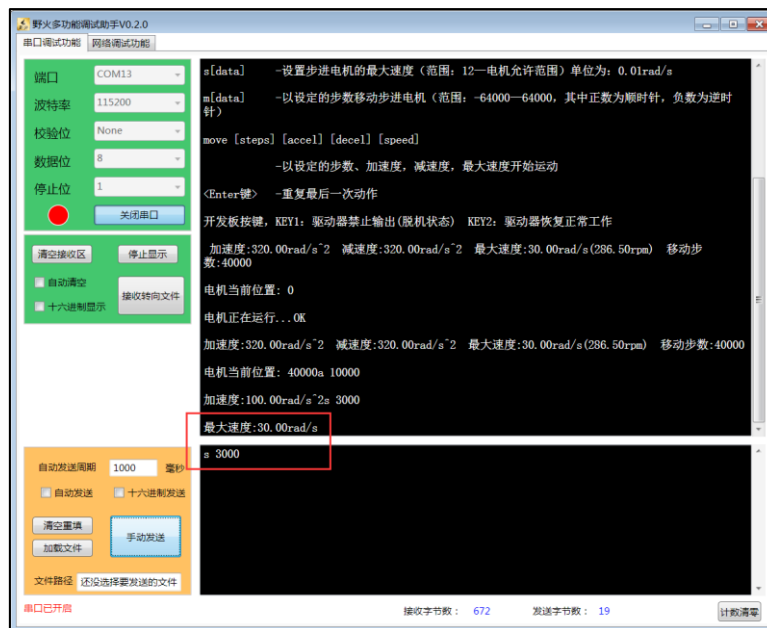

图 2-10 串口终端设置最大速度打印信息
- s: 设置最大速度, 例如我们需要设置最大速度为 30rad/s , 加速度的单位为 0.01rad/s , 经过计算 s 的值应该为 $30/0.01=3000$, 所以在串口中断输入栏下输入 “s 3000” + 回车键然后按发送, 开发板收到指令后, 串口会打印对应的最大速度的值, 见图 2-10。